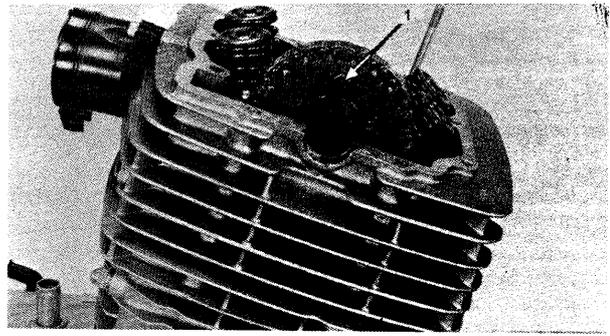

Bild 39
- Die Steuerkettenritzelschrauben («1» in Bild 39) entfernen.